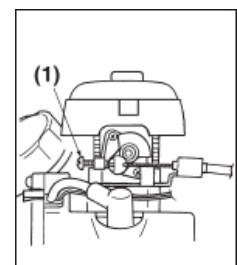

FIG. 6
1. Se il motore tende a fermarsi spesso al minimo, ruotare la vite di regolazione del minimo in senso orario. (Fig. 6)